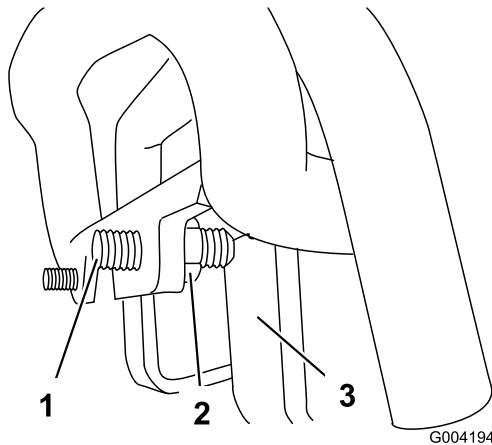

Bild 57
3. Falls die Zugmaschine nach **links** zieht, lockern Sie die **rechte** Klemmmutter und stellen Sie die Spurweiten-Stellschrauben vorne am Fahrtrieb ein (Bild 57).
4. Falls die Zugmaschine nach **rechts** zieht, lockern Sie die **linke** Klemmmutter und stellen Sie die Spurweiten-Stellschrauben vorne am Fahrtrieb ein (Bild 57).